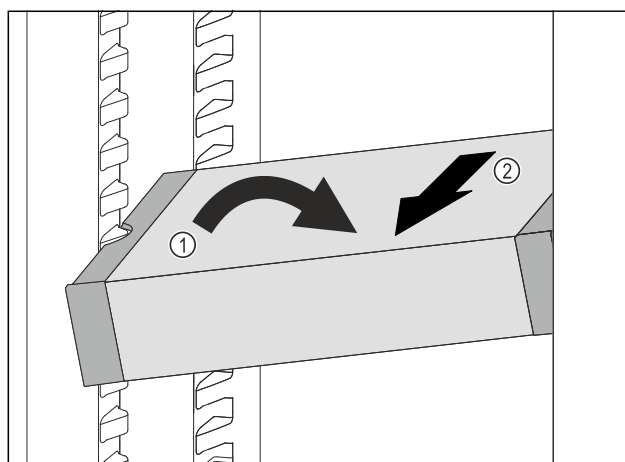

Fig. 96
- VarioSafe postavte v chladničce šikmo. Fig. 96 (1)
- VarioSafe odeberte směrem dopředu. Fig. 96 (2)